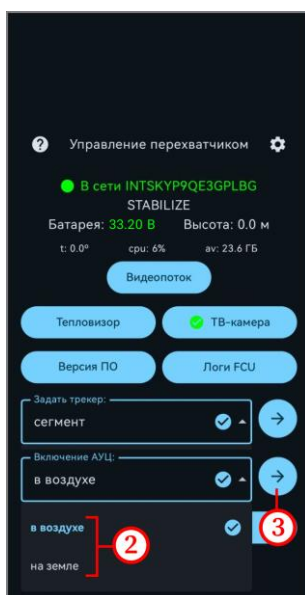

Рисунок 24
- из выпадающего списка выбрать требуемый режим в соответствии со сценарием применения дрона-перехватчика (см. выше) – рисунок 24, шаг 2;
- нажать на кнопку → (рисунок 24, шаг 3);